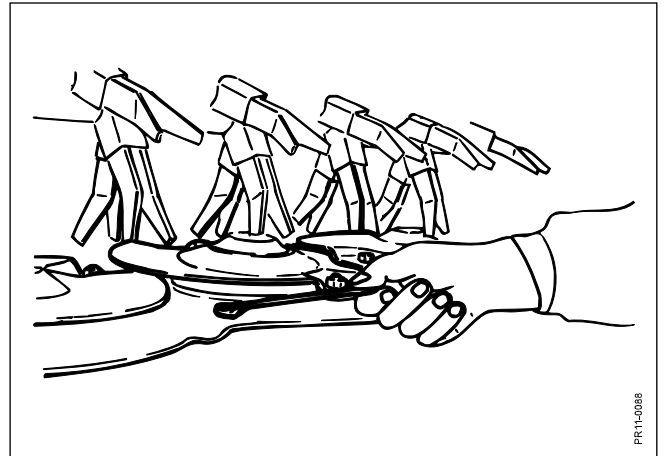

Fig. 5-5
- Fig. 5-5** Bolzen im Steinschutz und in der Gegenschneide regelmäßig prüfen.